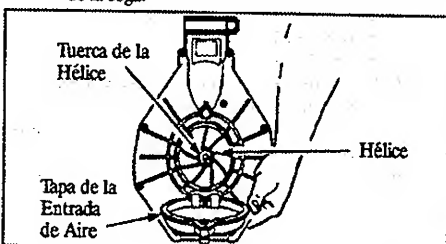

Figura 13
- Abra la tapa de la entrada de aire. Saque la tuerca de la hélice y las juntas mientras sujeta la hélice. Figura 13.